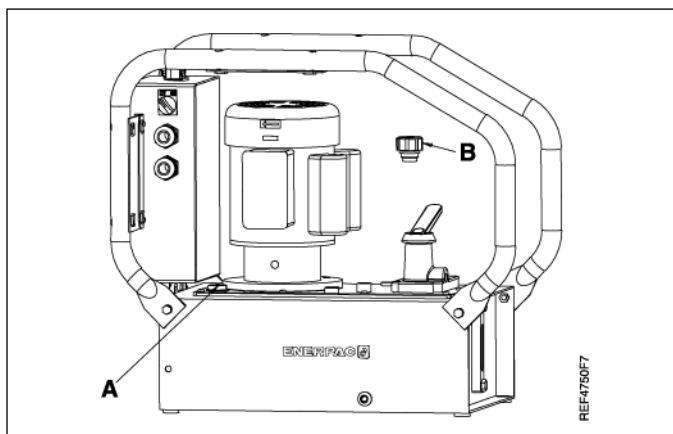

Abbildung 5
4.5 Belueftungsstopfen (s. Abbildung 5)